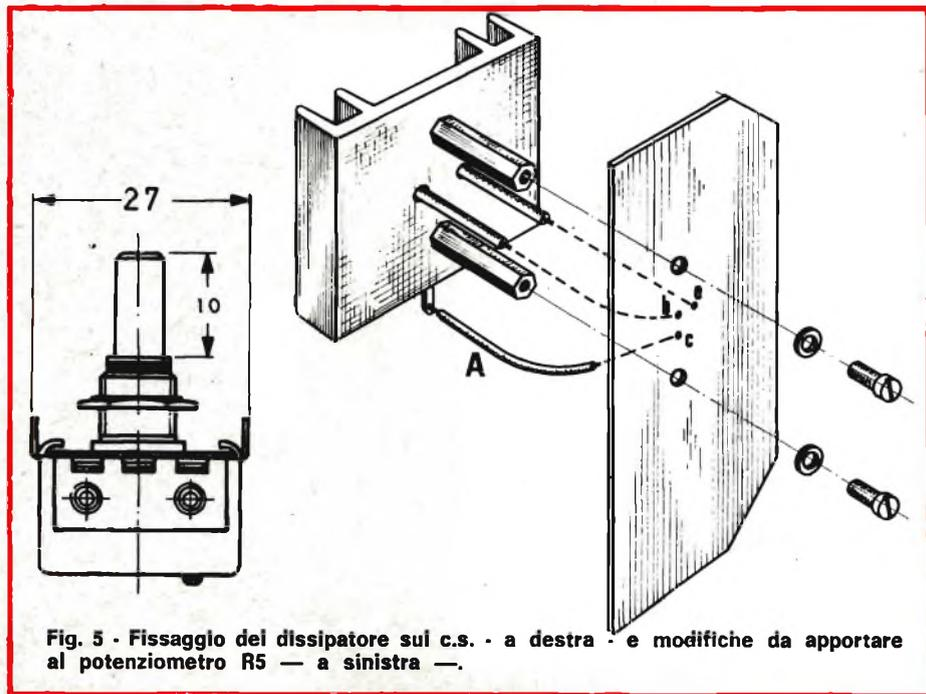

Fig. 5 - Fissaggio del dissipatore sul c.s. - a destra - e modifiche da apportare al potenziometro R5 - a sinistra -.
due spezzoni di tubetto sterlingato del \varnothing di 3 mm e di lunghezza cm 3. (Vedi i particolari fig. 5).
- Collegare l'altra estremità del collegamento A al terminale del collettore di TR2. Vedi particolari di fig. 5.